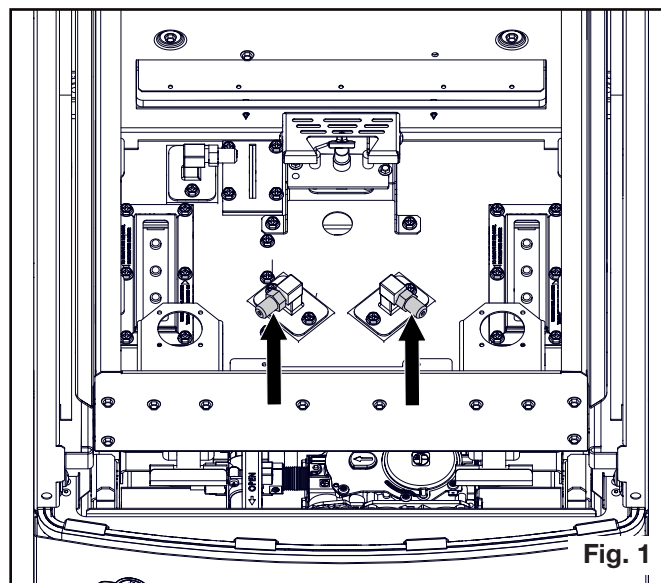

Fig. 1
5. Retirez les orifices des bûches lumineuses (Luminous Logs^{MC}) avant et remplacez-les par ceux fournis (**Fig. 1**).